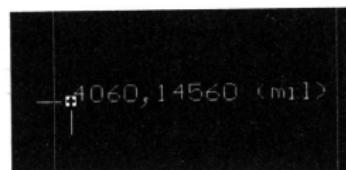

图 11-22 处于被选中状态的坐标标注
- 光标单击坐标标注，坐标标注将变为如图 11-22 所示；单击“A”点，光标变为十字，并连在坐标标注上，移动光标即可平移坐标标注；在平移坐标标注时将自动更新坐标值，显示的坐标值始终是光标的当前坐标值。